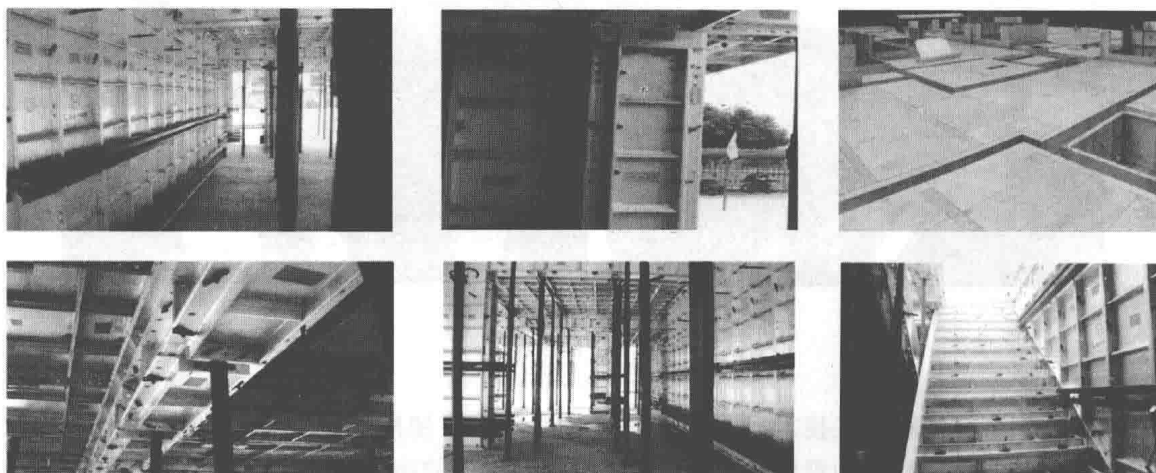

图 1-4 铝合金模板组图
(4) 铝合金模板稳定性好、承载力高。铝合金模板系统全部部位都采用铝合金板组装而成，系统拼装完成后，形成一个整体框架，见图 1-4。